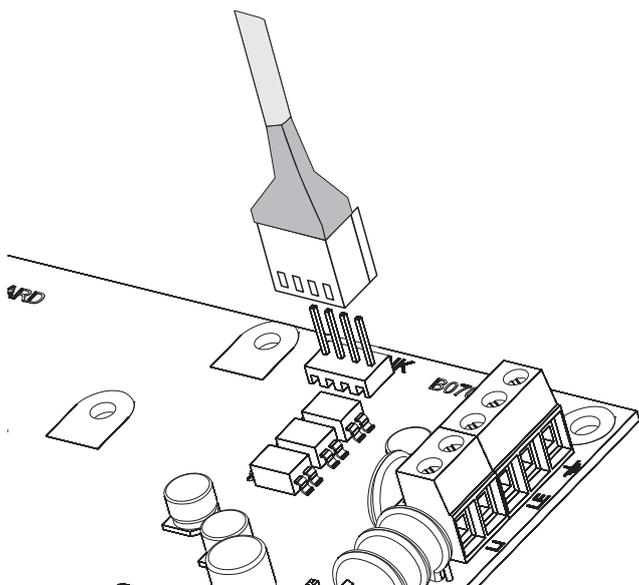

Figure 29 Branchement PC-Link.
1. Brancher le port en série RS232 de la Centrale (**10 - PC-LINK**) à un port en série RS232 libre sur un PC en utilisant le câble PC-LINK (optionnel), comme indiqué dans la Figure 29.